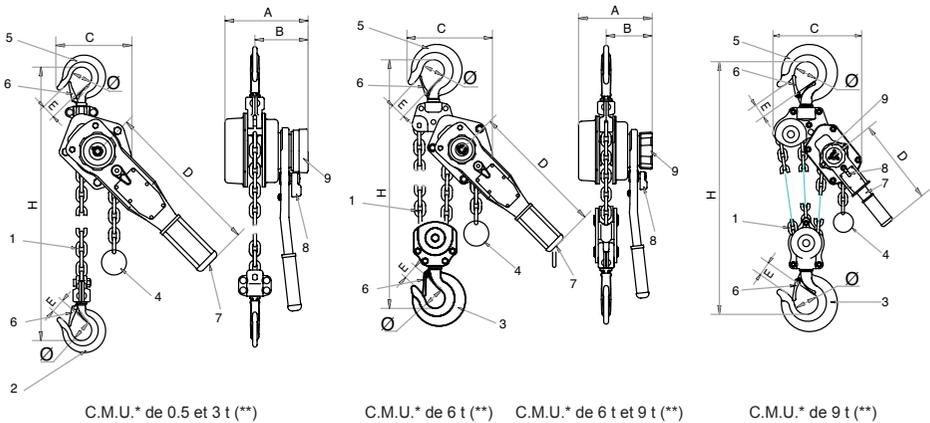
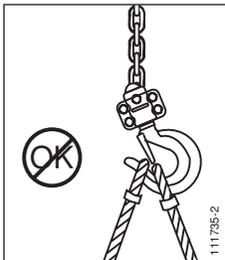

Fig. 1
Fig. 2
Le palan bravo™ est fourni équipé d'une chaîne de levage (rep. 1, fig. 1) d'une hauteur standard de levée de 1.50 m. La chaîne de levage des modèles 0.5 t à 3 t est constituée d'un seul brin avec à son extrémité un crochet de levage (rep. 2, fig. 1). La chaîne de levage (rep. 1 fig. 1) du modèle 6 t est constituée de 2 brins et d'un crochet de levage mouflé (rep. 3, fig. 1). La chaîne de levage (rep. 1 fig. 1) du modèle 9 t, est constituée de 3 brins et d'un crochet de levage mouflé (rep. 3, fig. 1).
L'extrémité libre de la chaîne est équipée d'une butée de fin de course basse (rep. 4, fig. 1).
- Vérifier que le palan bravo™ est correctement suspendu à son crochet de suspension (rep. 5, fig. 1) et que le linguet de sécurité du crochet (rep. 6, fig. 1) est bien fermé (voir figures 2 et 3).
- Que l'accessoire d'amarrage de la charge porte à fond de crochet et n'empêche pas la fermeture du linguet de sécurité (voir fig. 2 et 3).
Le palan bravo™ est manœuvré au moyen d'un levier (rep. 7, fig. 1), actionné par l'opérateur en mouvement de va-et-vient pour lever ou descendre une charge, tirer ou appliquer une tension.
2. Placer la manette du sélecteur (rep. 8, fig. 1) de mouvement en position neutre «0».
3. Hors charge, faire tourner le volant (rep. 9, fig. 1) dans le sens inverse des aiguilles d'une montre pour ouvrir le frein; la chaîne est libre.